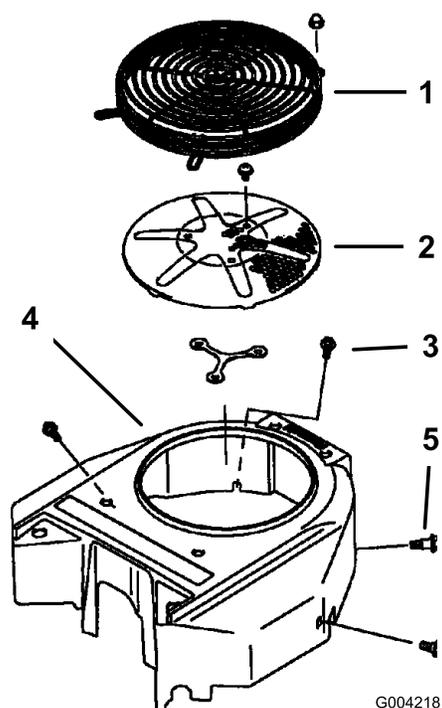

図 62
3. 吸気スクリーンとファン・ハウジングを取り外す（図 62）。
5. 吸気スクリーン、スタータ、ファン・ハウジングを取り付ける（図 62）。